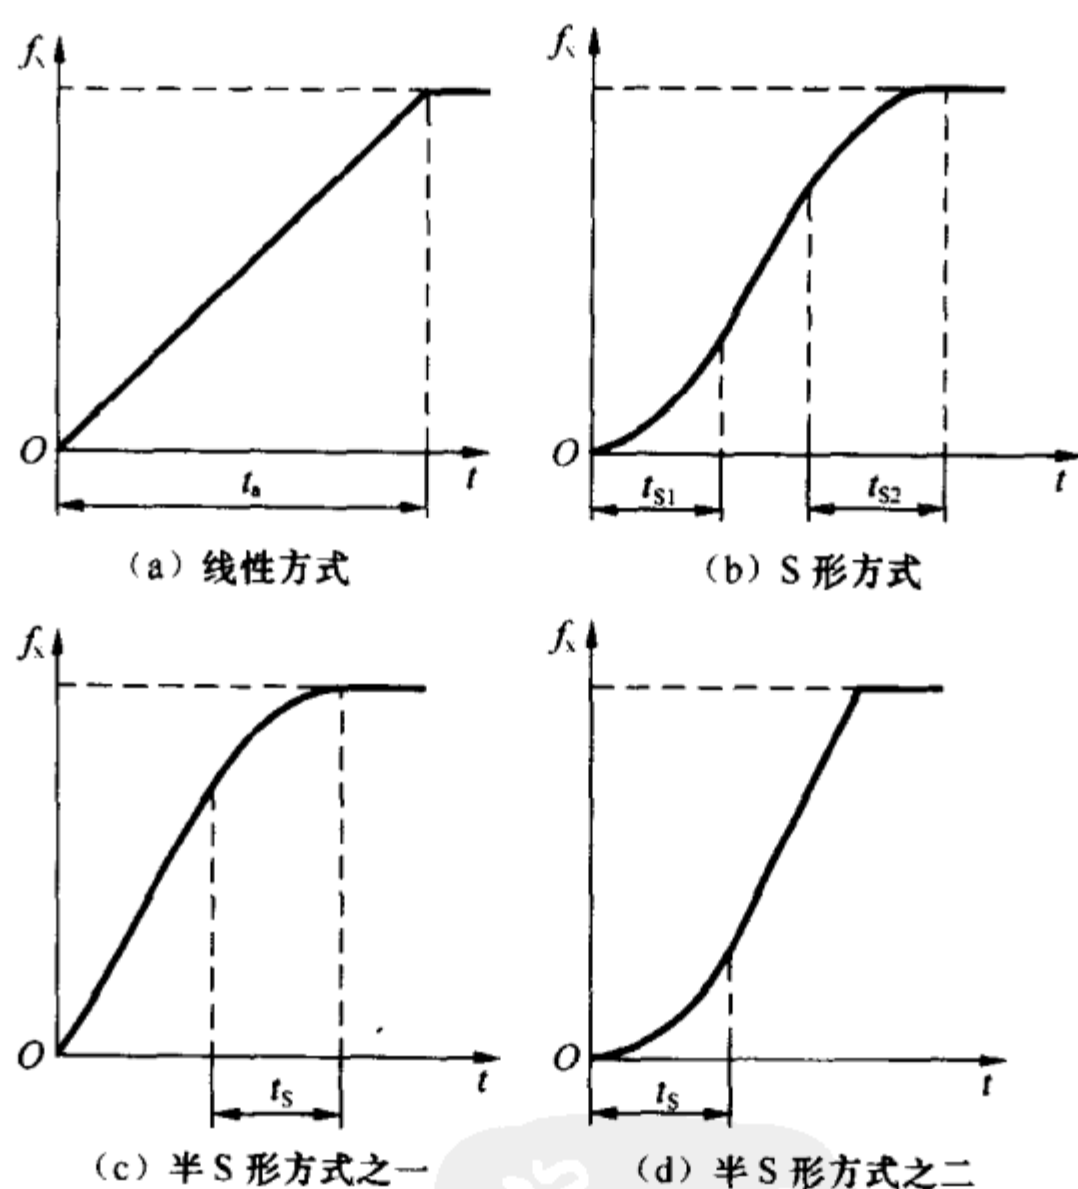

图 15 3 种主要的加速方式
(1) 线性方式。在起动加速过程中,变频器的输出频率与时间成线性关系,如图 15(a)所示。大多数负载都可以选用线性方式。
(2) S 形方式。在加速的起始阶段和终止阶段,变频器输出频率的上升较缓,加速过程呈 S 形,如图 15(b)所示。在起、停阶段
(3) 半 S 形方式。在加速的初始阶段或终止阶段按线性方式加速，而在终止阶段或初始阶段按 S 形方式加速，如图 15(c) 和 (d) 所示。对于诸如风机类平方转矩负载，由于低速时负载较轻，故可按线性方式加速，以缩短加速过程；高速时负载较重，加速过程应减缓，以减小加速时的电流，因此可选用图 15(c) 所示方式。对于惯性较大的负载，则可选用图 15(d) 方式。